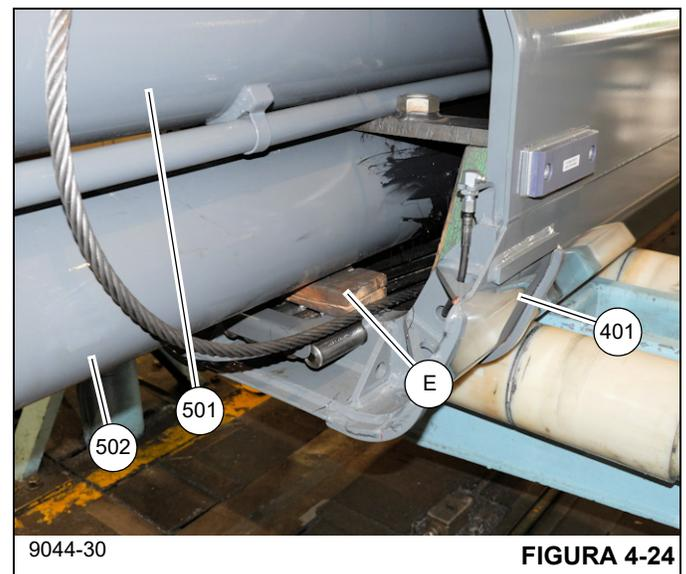

FIGURA 4-24
33. Simultáneamente tire los cilindros N.º 1 (502) y N.º 2 (501) para sacarlos de la sección telescópica 2 (301) y sección telescópica 3 (401).
34. Coloque un bloque de madera (E) encima de los cinco cables de extensión (6) en la parte trasera de la sección telescópica 3 (401), luego ponga el cilindro telescópico N.º 1 (502) en el bloque de madera (vea la Figura 4-24).